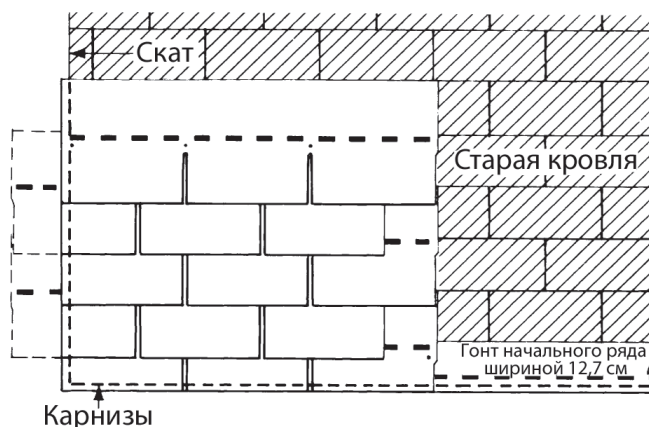

Рис. 10-22. Вертикально, встык.
- Отрежьте 15 см с одной стороны первого гонта начального ряда и уложите получившийся кусок длиной 76,2 см на первый ряд в левом нижнем углу существующей кровли. Этот и все остальные гонты должны соединяться встык с кромками старых гонтов (Рис. 10-22).
- Разместите верхний край полосовых гонтов высотой 25,4 см таким образом, чтобы он соединился встык с язычками гонтов старого третьего ряда (Рис. 10-22).
- Отрежьте 15,2 см с левого края целого гонта. Уложите верхнюю кромку получившегося куска гонта размером 30,5x76,2 см встык с нижней кромкой гонта старого четвёртого ряда (Рис. 10-22).
- В начале последующих рядов чередуйте целые гонты и куски гонтов шириной 76,2 см (обрезанные на 15 см с левой стороны целые гонты), укладывая вертикальную секцию вверх по скату (Рис. 10-22).